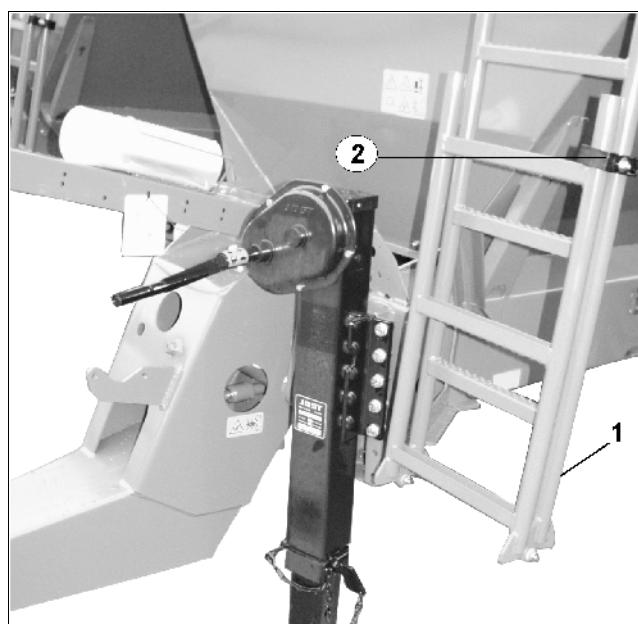

Рис. 53
- С целью чистки, технического обслуживания и ремонта поднимайтесь в бункер при помощи откидной лестницы (Рис. 53/1).
- Поднимите зажим (Рис. 53/2).
- Откиньте лестницу (Рис. 53/1).